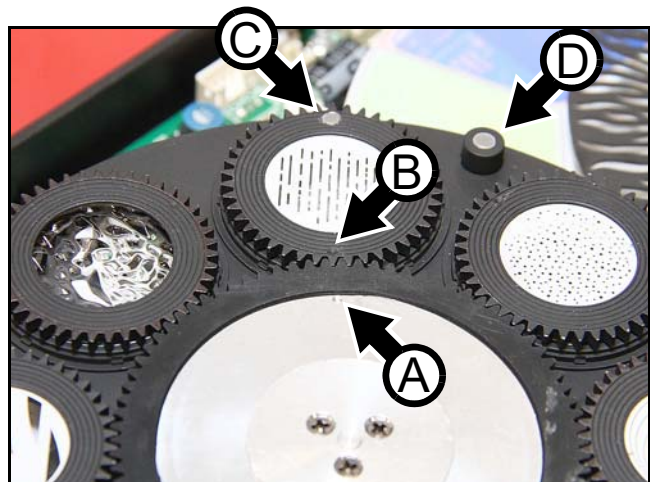

Bild 15: Gobohalter-Orientierungsmarkierungen
8. Siehe Bild 15. Beachten Sie die Position der Referenzmarken im Gobo-Antriebsrad A und Gobohalter B. Beachten Sie auch die Position des Positioniermagneten des Gobohalters C und den Stellmagnet D der Goborad-Positionierung. Jedes Mal, wenn Sie einen Gobohalter aus dem Rad entfernen, drehen Sie das Antriebsrad (zweimal, falls erforderlich), bis die Markierungen genau übereinstimmen.
3. Bild 18 zeigt, wie ein Gobohalter aus dem Goborad 3 genommen wird. Wenn Sie die Goboposition nicht erneut über das Kalibrierungsmenü neu kalibrieren wollen, drehen Sie das Gobo, bis Sie den Halter auf einen Referenzpunkt (wie die Markierungen des Goborads und des Halters in Bild 15 auf Seite 24, A und B gezeigt) ausgerichtet haben. Kippen Sie den Gobohalter oben vom Goborad weg, bis Sie den Halter aus dem Goborad ziehen können.